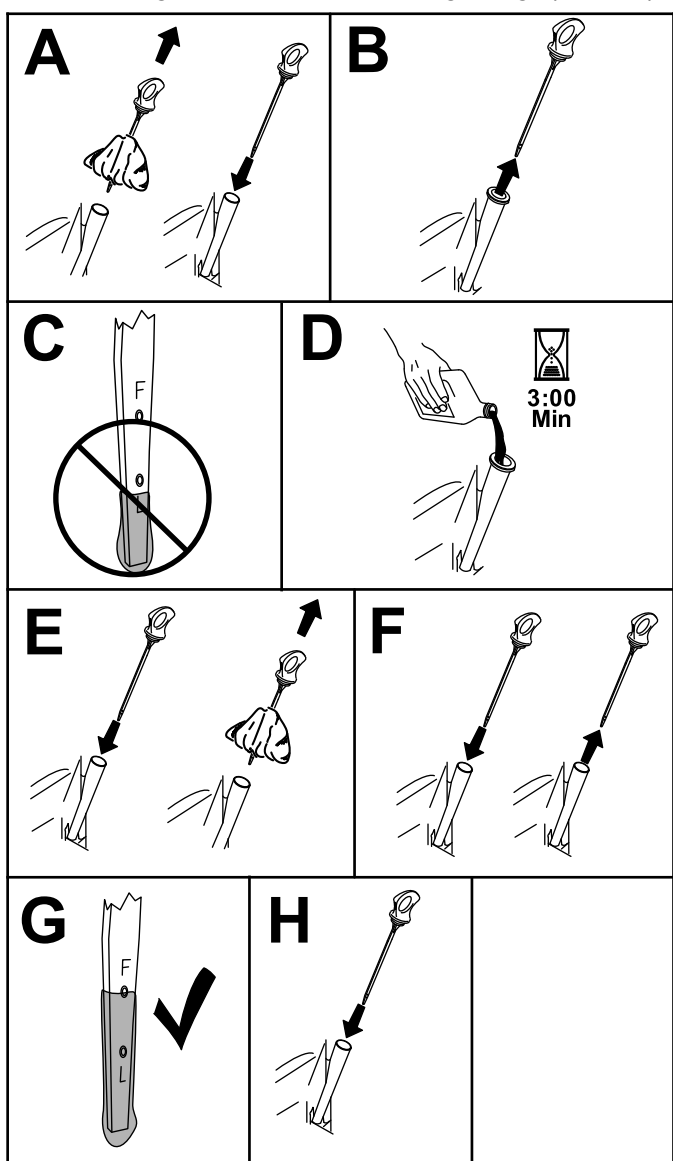

Bild 46
3. Reinigen Sie den Bereich um den Ölfüllstutzendeckel bzw. den Peilstab vor dem Abnehmen, damit kein Schmutz oder Schnittgut usw. in den Motor gelangt (Bild 46).